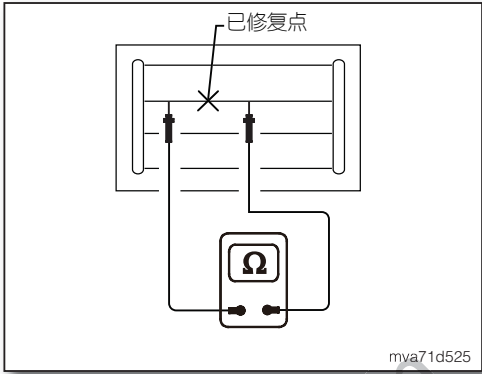

图13
4. 完成修补后，检查修补的加热丝是否导通(如图13)。此项检查作业应在涂抹上导电镀银合成物10分钟后实施。实施测试时，请勿接触修补区域。